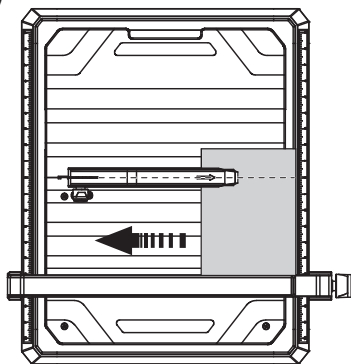

Fig. 11
- Faites glisser le guide de coupe d'onglet (4) sur le guide de coupe parallèle à partir de l'avant. Réglez le guide de coupe parallèle à la position désirée et serrez-le.
- Réglez le guide à l'angle désiré en utilisant l'échelle d'angle (5) et serrez-le à l'aide de la molette de blocage du guide de coupe d'onglets (6).
**POUR FAIRE UNE COUPE TRANSVERSALE (Fig. 11)**